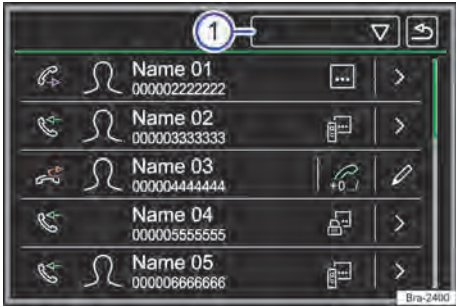

Fig. 171 Menú Llamadas (listas de llamadas). ▶
Tocar el botón de función **☐** → **fig. 171 ①**.